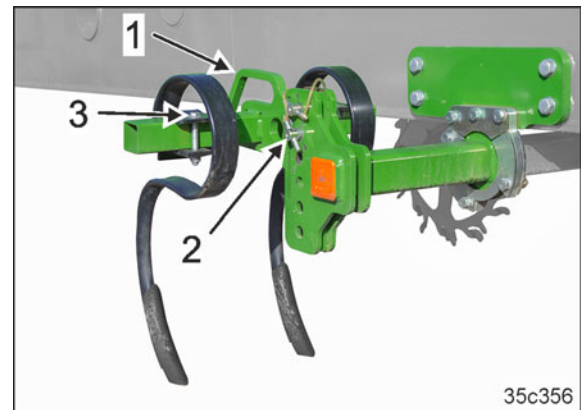

Bild 187
1. Dra åt och spärra skruven (Bild 187/1) efter inställning av spårluckraren.
1. Håll spårluckraren (Bild 187/1) i handtaget.
2. Ta bort bultarna (Bild 187/2).